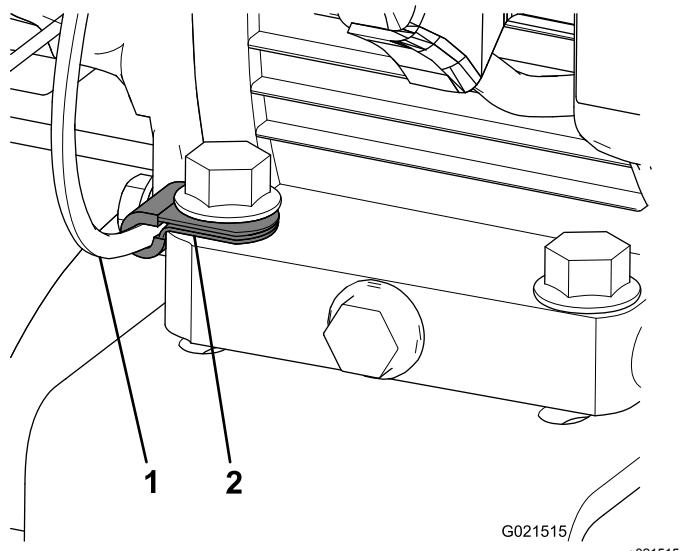

図 5
21. 新しいクリップをスロットルケーブルに取り付け、ケーブルをエンジンコンバージョン取り付けブラケットに取り付ける残っているボルトを使用する図 5。